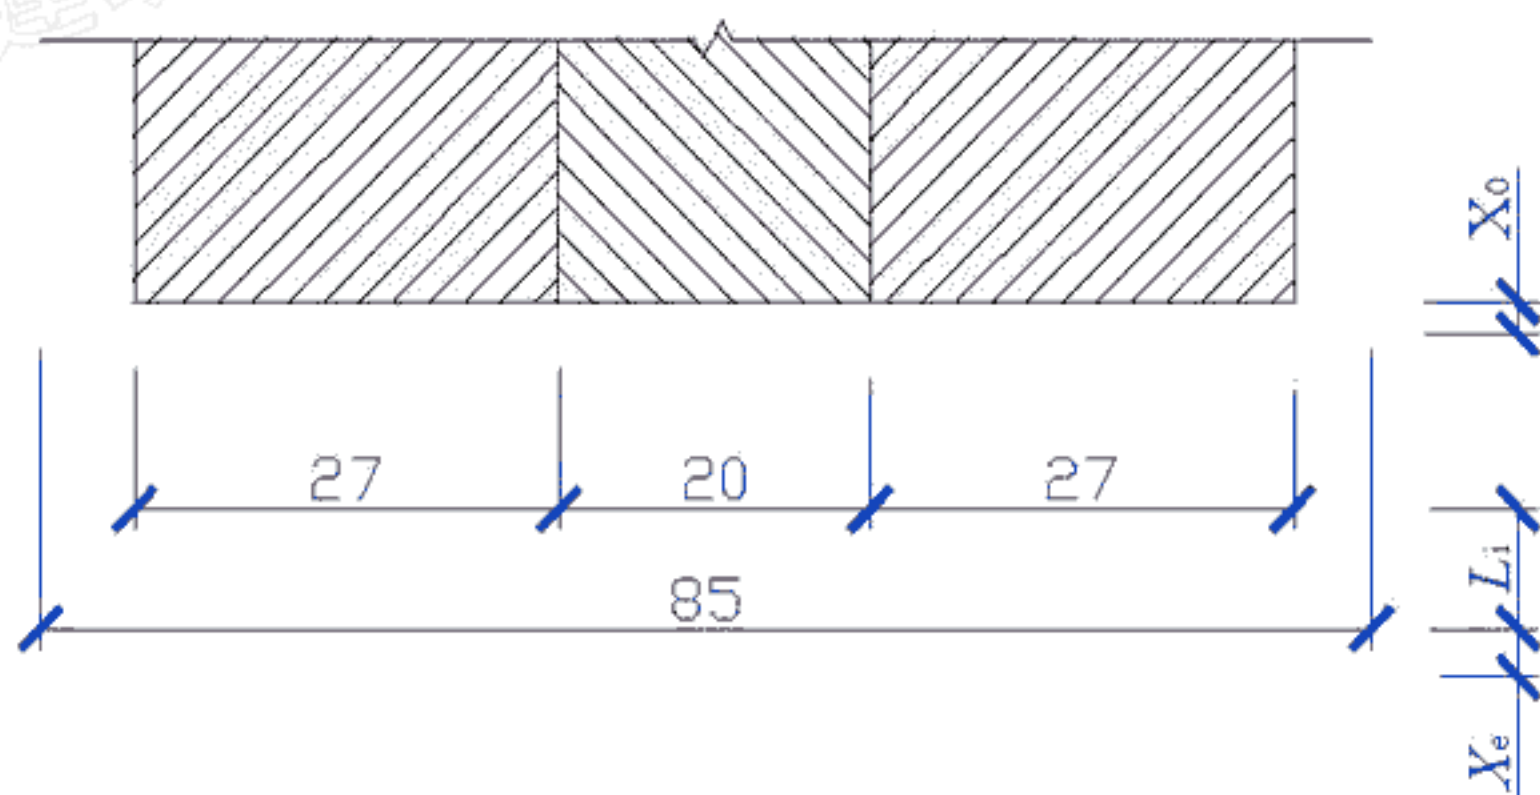

图 11 尺寸界线
(6) 尺寸界线一端距图样轮廓线 X_0 不应小于 2mm, 另一端 X_e 宜为 3mm。平行排列的尺寸线的间距 L_i 宜为 7mm, 见图 11。